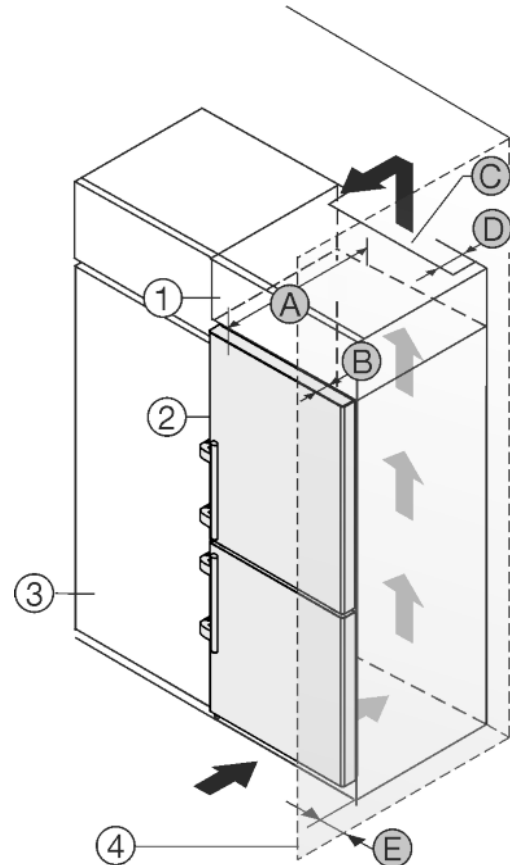

Fig. 50
A készüléket körbe lehet építeni konyhaszekrényekkel. Rá lehet szerelni egy rátétszekrényt Fig. 50 (1), hogy a készüléket Fig. 50 (2) a konyhabútorok magasságához igazítsa.
A készüléket közvetlenül a konyhaszekrény Fig. 50 (3) mellett is felállíthatja. Ahhoz, hogy az ajtókat teljesen ki tudja nyitni, a készüléknek a konyhaszekrény elülső oldalához képest legalább a mélységnek Fig. 50 (B) megfelelően ki kell állnia. A konyhaszekrények mélységétől és a fali távolságtartók használatától függően a készülék nagyobb mértékben is kiállhat.
- A rátétszekrény hátoldalán egy mélységű Fig. 50 (D) szellőző aknát kell a rátétszekrény teljes szélességében kialakítani.
- A mennyezett alatt be kell tartani a szellőző keresztmetszetet Fig. 50 (C).
Mikor a készüléket a csuklópántokkal egy fal Fig. 50 (4) mellett állítja fel, akkor a készülék és a fal közti távolságot Fig. 50 (E) be kell tartani. Ez nyitott ajtó esetén megfelel a fogantyú túlnyúlásának.